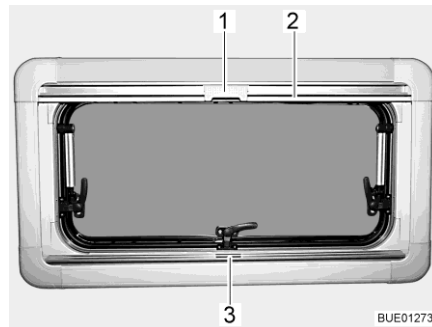
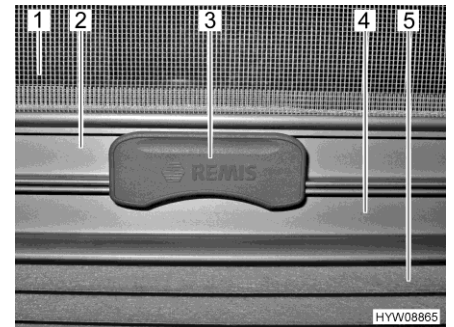

Bild 14 Överkantshängt fönster
Bild 15 Spärr
**Plisségardin** Plisségardinen (Bild 15,5) finns i den nedre rullgardinskassetten.
- Ta tag i mitten på plisségardinens list (Bild 14,3 och Bild 15,4) och drag den nerifrån och uppåt och släpp den vid önskad höjd. Plisségardinen stannar på denna höjd.
**Insektsnät** Insektsnätet (Bild 15,1) finns i den övre rullgardinskassetten.
- Drag, med listen (Bild 14,2 och Bild 15,2), ner insektsnätet tills listen stöter mot plisségardinen (Bild 15,4).
- Lås fast insektsnätets spärr (Bild 14,1 och Bild 15,3) på plisségardinens list. När spärren är låst, kan plisségardinen och insektsnätet justeras samtidigt.
- Tryck spärren (Bild 15,3) på insektsnätet uppåt.
- För långsamt tillbaka insektsnätet med listen (Bild 14,2).